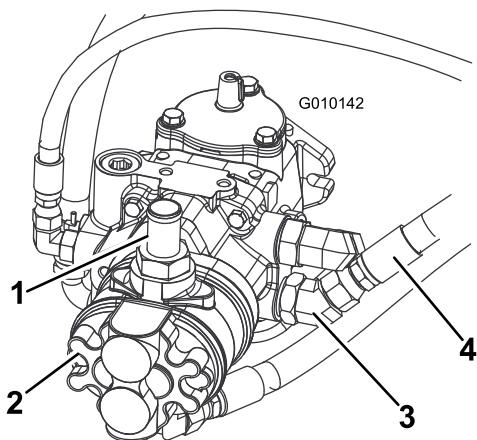
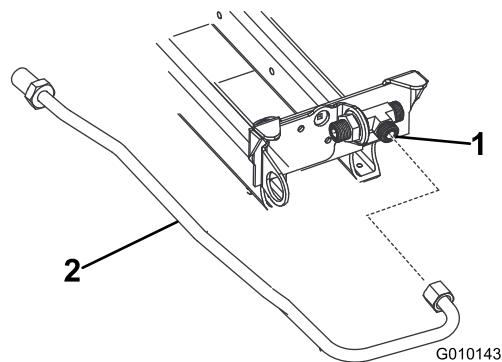

図 4
図 5
2. ポンプの上側ホースを外して、油圧オイル・タンクから出てくるオイルを全部抜き取る (図 4)。油圧ハード・ラインを取り付け、ホースを元通りに接続する。
6. ポンプの下側ポートの45度フィッティングとシート・ベースのT字フィッティングに付いていたホースを外して廃棄する (図 4 および 図 5)。
7. シート・ベース下のT字フィッティングに、油圧ハード・ラインを接続する。油圧ラインは 図 5 のように組み付ける。